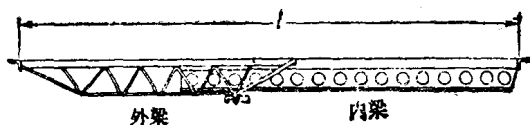

图 1-11 轻型梁架模板支撑
(6) 轻型梁架式模板支撑 主要在建筑工程中板模板支撑用,由内梁和外梁组成,跨度是可以调节的(图1-11)。